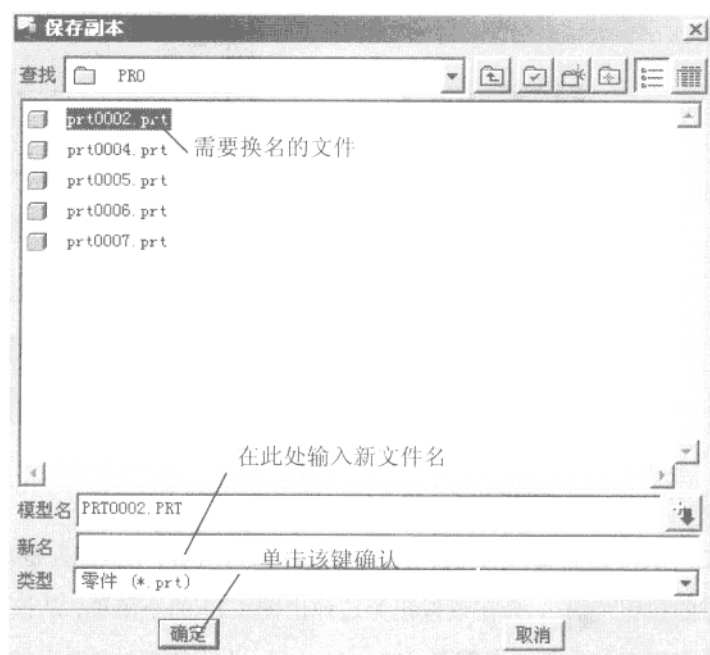
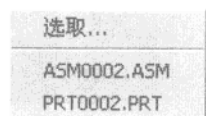
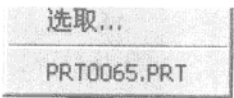

图 1.13
图 1.14
图 1.17
A. 单击菜单命令**文件 (File) → 保存副本 (Save As)**，则弹出图 1.13 所示的对话框，在该对话框下面的**新名 (New Name)** 栏目中输入欲保存文件的新名称，单击**确定 (OK)** 按钮，即可将当前活动窗口上的文件以新文件名存盘。
B. 当保存的文件为组合件时，用鼠标左键单击图 1.13 对话框右下方的按钮 ，则在该按钮旁边弹出一个小菜单（图 1.14），单击小菜单中的**选取 (Select)**，弹出图 1.15 的菜单，单击菜单中的**菜单选取**，弹出图 1.16 所示的对话框，在该对话框
框的**选取名称**栏目中列出了该组合件及其组成零件，选择组合件中需要更改名称的零件，单击对话框下面的**选取**按钮，则在图 1.13 对话框的**模型名**栏目中显示出所选取的零件名称，在**新名**的栏目中输入更改后的文件名，单击**确定**按钮，即可将该零件以新文件名存盘。
C. 欲将其他窗口的文件存为新文件名时，也可用鼠标左键单击图 1.13 对话框右下方的按钮 ，会在该按钮旁边弹出图 1.17 的小菜单，从该菜单中选择需要以新文件名保存的文件，在**新名 (New Name)** 栏目中输入更改后的文件名，单击**确定**即可。